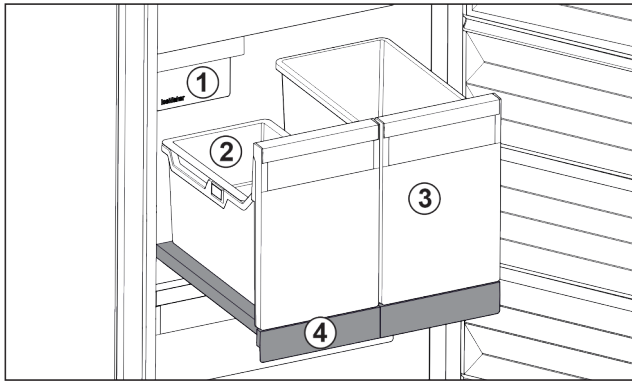

Fig. 168 Ripiano estraibile con IceTower
Sul ripiano estraibile ci sono due contenitori alti (IceTower). I cubetti di ghiaccio dall'IceMaker vengono raccolti e conservati nel contenitore Fig. 168 (2). Il contenitore Fig. 168 (3) è adatto per conservare alimenti alti come pizze o bevande alcoliche.